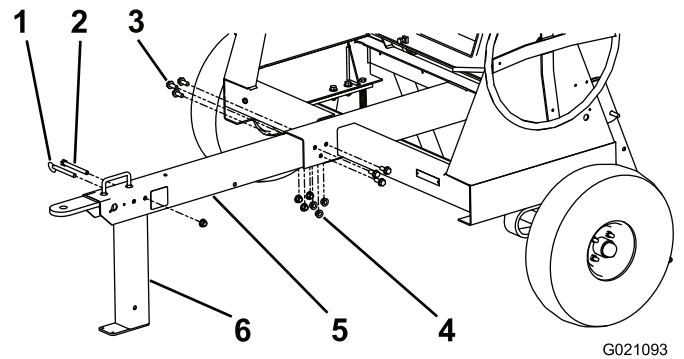

Figura 7
4. Instale la barra de tracción en el hueco de la parte delantera de la máquina, y sujételo con 6 tuercas y pernos cortos a 102 Nm (75 pies-libra); consulte Figura 7.
5. Alinee el taladro superior trasero de la pata estabilizadora delantera con el taladro situado detrás del asa, en la parte delantera de la barra de tracción (Figura 7).
6. Instale el perno largo a través de los taladros, y sujételo con una tuerca apretada a 102 Nm (75 pies-libra); consulte Figura 7.
7. Inserte el pasador para bloquear la pata estabilizadora delantera (Figura 7).